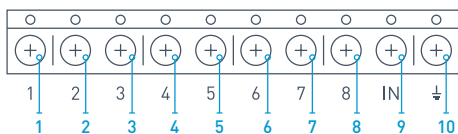

Рис. 17. Основные выходы и вход IN приемника
6.2. При помощи обычных проводов выходы приемника (Рис. 17, 18) соединяются с входами централи сигнализации. Таким образом выходы приемника становятся аналогом обычных проводных датчиков для входов централи. При сработке беспроводного датчика, он отправляет сигнал на приемник осVridge, который обрабатывает его и размыкает (по умолчанию, также выход может быть настроен на замыкание) соответствующий датчику проводной выход. Централь сигнализации воспринимает размыкание выхода как размыкание шлейфа датчика и выдает тревогу. Если указано, что зона централи должна иметь сопротивление между выходом приемника и зоной централи, следует последовательно включить резистор с номиналом, соответствующим инструкции к централи. **При подключении проводов соблюдайте полярность!**
6.3. Выходы с номерами 1–8 (Рис. 17) соответствуют 8 условным основным охранным зонам.